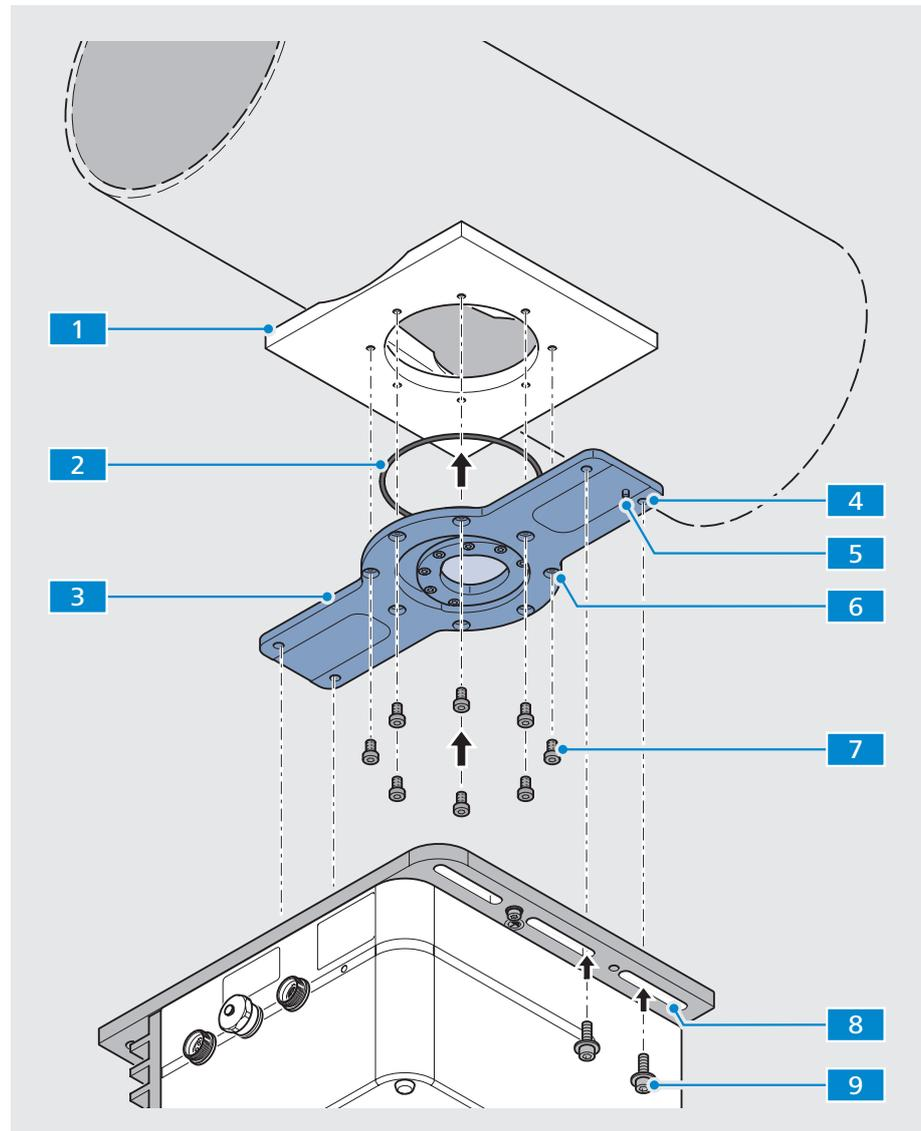

Abb. 10 Corona extreme mit Power-Flansch montieren
- Vorbereitete kundenseitige mechanische Schnittstelle (siehe Abb. 10)